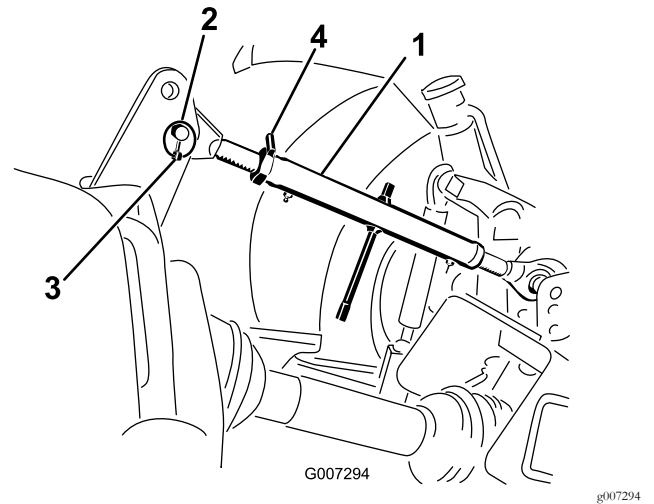

图8
1. 将上连杆连接到支架中的下孔并用连杆销和保险销将其固定图8。
3. 旋转上连杆将其紧固。对其进行调节直至打孔机机架前端与水平变成 90°图8。